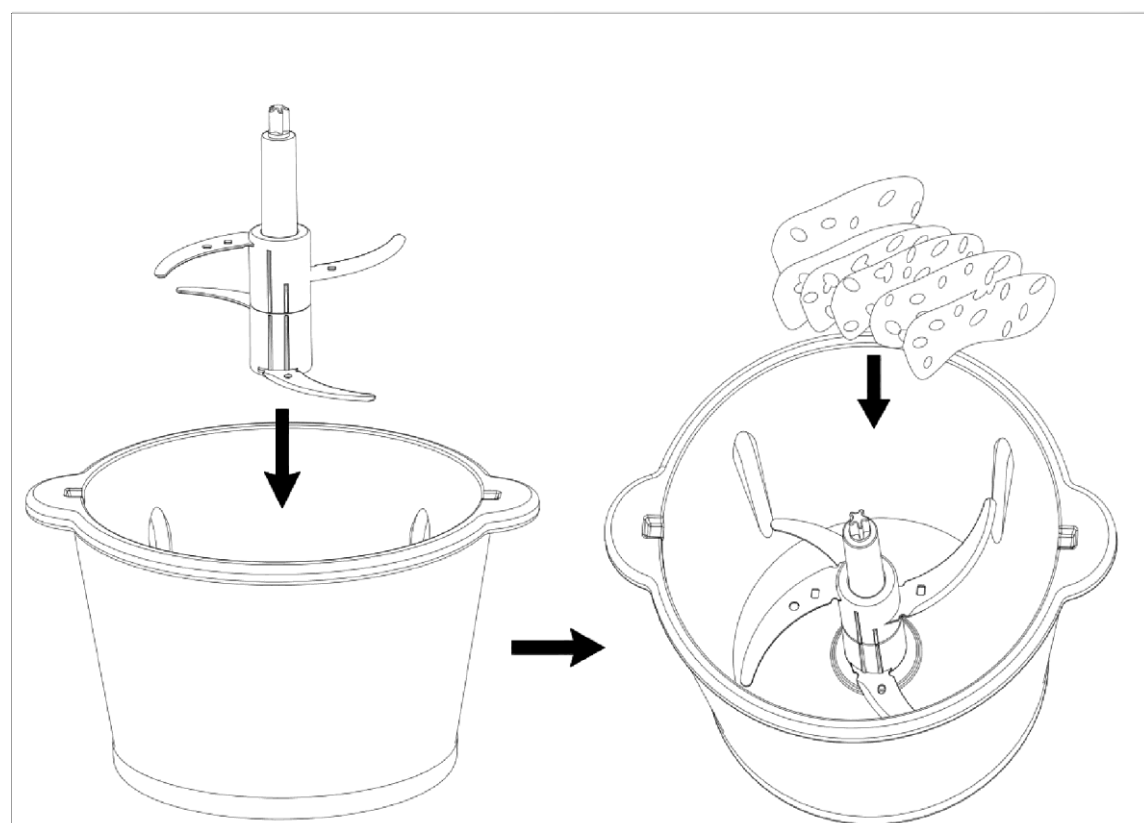

Рис. 2
b) закрепите основное/боковое лезвие к оси вращения, затем поместите продукты (Рис. 2)